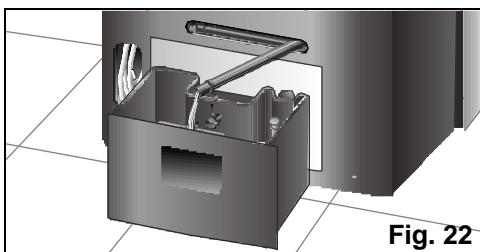

Fig. 22
- ❑ Sviate prima l'acqua di condensa che ci può essere nel serbatoio interno, sfilando dalla sua sede il tubo di scolo dell'acqua e smontando il tappo - **Fig. 22** - per evadere l'acqua prodotta. All'avvenuto svuotamento del serbatoio, non dimenticate di collocare tappo e tubo nelle loro sedi.